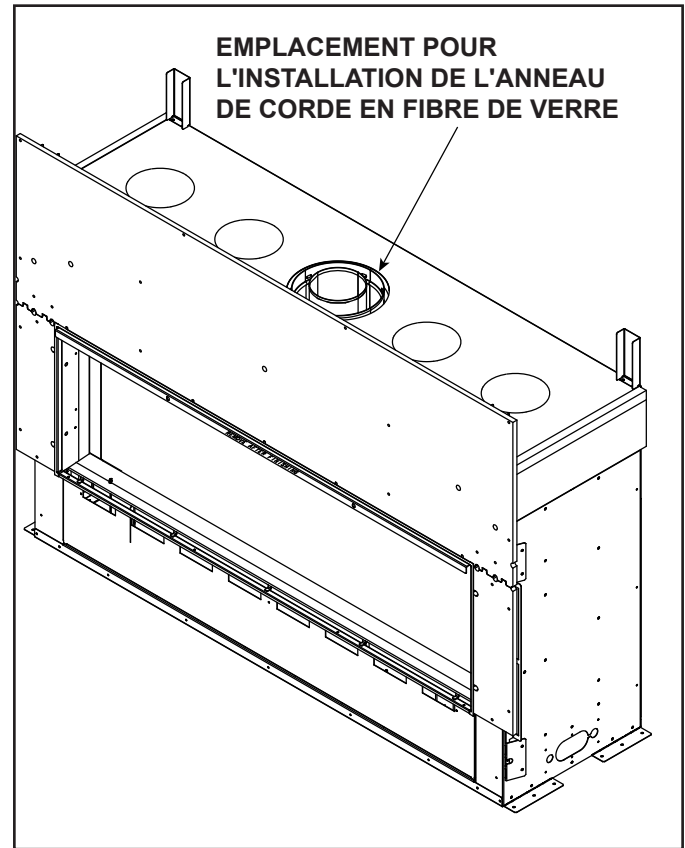

Figure 6.2 Emplacement de l'anneau de corde en fibre de verre
5. Placez l'anneau de corde en fibre de verre par-dessus le joint. Assurez-vous que le joint et l'anneau de corde soient bien installés sur le dessus de l'appareil. Voir les figures 6.2 et 6.3.